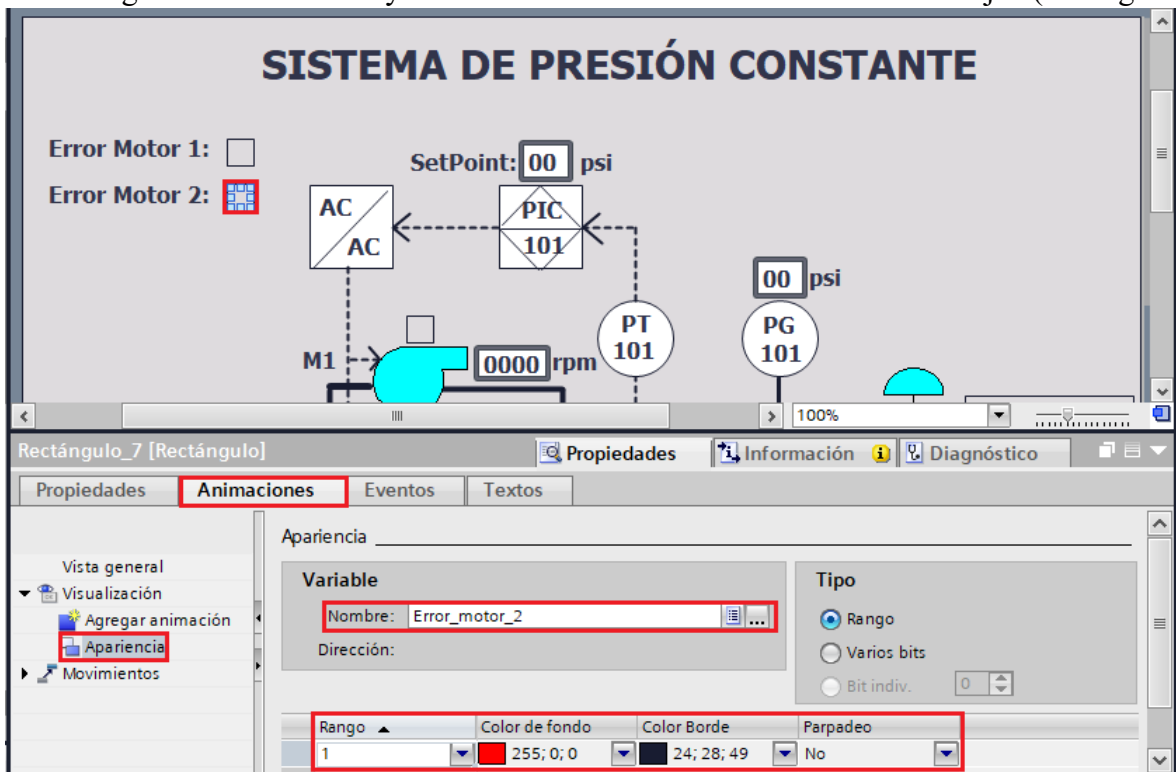

Figura 53. Configuración de rectángulo “Error motor 2”.
- En “Rango” seleccionar “1” y en “Color de fondo” seleccionar el color “Rojo” (ver Figura 53).